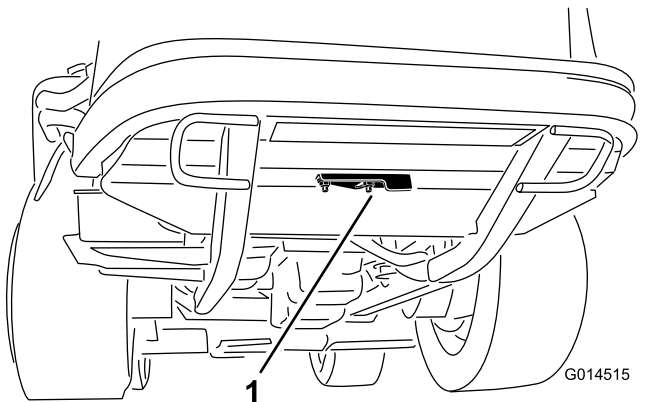

Figura 44
2. Afloje la tuerca con arandela prensada que sujeta la tapa del hueco de limpieza a la parte inferior del bastidor trasero (Figura 44). Gire la tapa a un lado para tener acceso al hueco de limpieza en el bastidor.